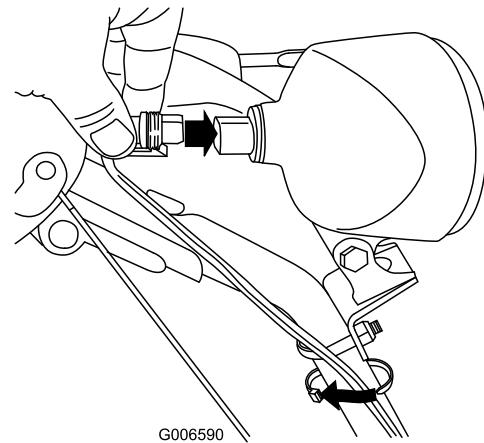

Figure 67
- Branchez le connecteur du fil directement à l'arrière du phare en l'enfonçant bien en place (Figure 67).